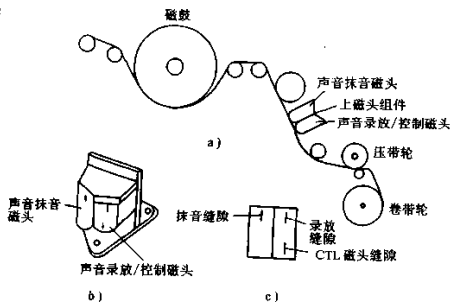

图 6-8 音频和控制组合磁头位置和外形示意图
(1) 工作位置和外形特征。如图 6-8 所示是音频和控制组合磁头的工作位置和外形特征示意图。从图 6-8a 所示中可看出，音频和控制组合磁头处于磁鼓的右侧，图 6-8b 所示是这一组合磁头的外形示意图，图 6-8c 所示是这一磁头的工作缝隙示意图，录像带先经过音频抹音磁头，再通过音频记录和控制磁头。
(2) 故障现象。音频磁头出现故障时，只会影响到声音的重放或记录，不影响图像。音频磁头的主要问题有：工作表面脏，此时重放声音的高音不足，声音沉闷，严重时声音轻，处理方法是清洗磁头工作表面。